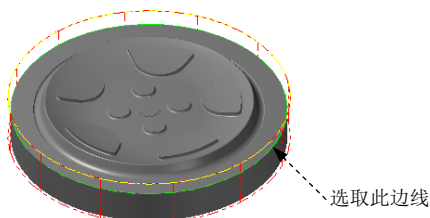

图 15.11 选取切削范围边线
Step3. 设置加工区域。在图形区中选取图 15.11 所示的边界曲线, 然后单击 按钮。单击 按钮, 完成加工区域的设置, 同时系统弹出“2D 刀具路径-外形铣削”对话框。